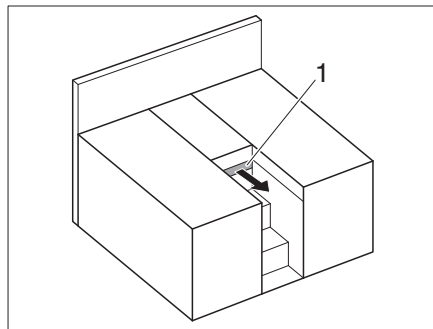

Bild 161 Einzelbetten
- Auszug (Bild 161,1) herausziehen.